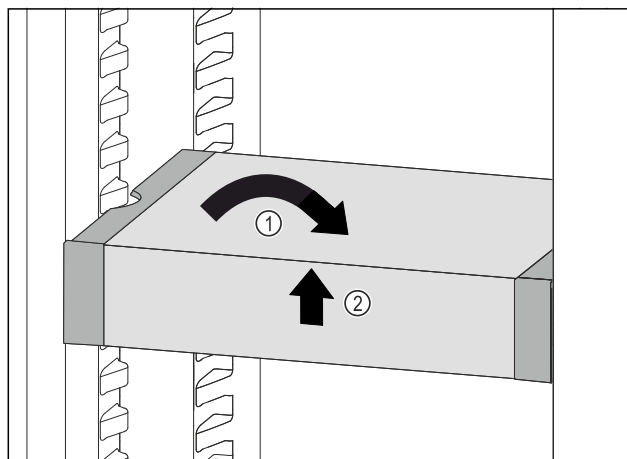

Fig. 47
- Ställ VarioSafe rakt. Fig. 47 (1)
- Lyft VarioSafe framåt. Fig. 47 (2)